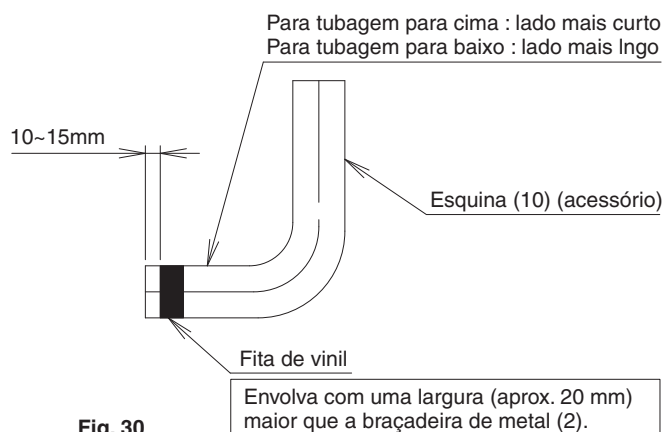

Fig. 30
- Certifique-se de que utiliza a mangueira de drenagem (1), a esquina (10) e o material de selagem (Grande) (8) fornecidos com a unidade como acessórios.
1. Para evitar que a esquina seja danificada pela braçadeira de metal (2) para tubagens para cima e para baixo, envolva a fita de vinil à volta da esquina 2 ou 3 vezes para que a fita cubra mais que a largura da braçadeira de metal (2), deixando 10 - 15 mm da ponta da esquina (10) sem fita como mostrado na **Fig. 30**.